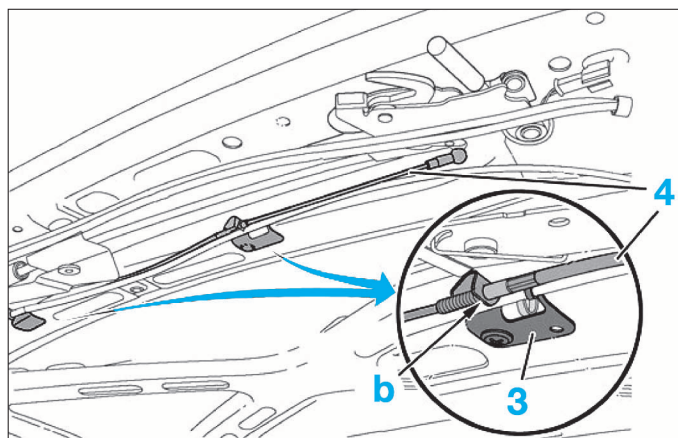

FIG. 97
Si le verrou de custode (2) ne monte pas, le câble de commande du verrou est bien réglé. Si le verrou de custode (2) se déplace vers le haut, le clip de réglage (b) (garniture déposée) est absent sur le système de réglage (3) du câble de commande (4), du verrou de custode (2) ou le câble de commande est mal réglé (Fig.97).